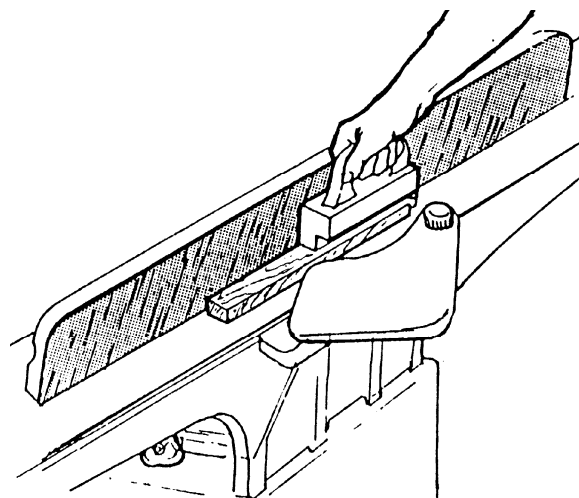

Figura 38
- ❑ Con material estrecho use el bloque de empuje del tipo mostrado en la Figura 38.